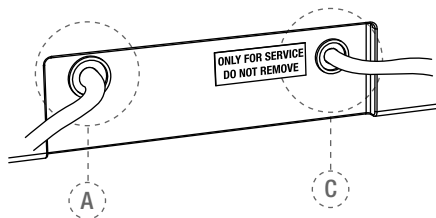

Abb. 2 Rückseite der Steuereinheit
- Stecken Sie den Stecker des Batterie Ladegeräts in die passende Buchse (A - siehe Abb. 2) auf der Rückseite des Geräts (Details siehe Kapitel 7.3.3.).
- Stecken Sie das Fußschalterkabel in die Buchse auf der Rückseite des Geräts (C - siehe Abb. 2).
**Orange blinkend:** Batterieladegerät ist korrekt an die Buchse A (siehe Abb. 2) auf der Rückseite des Geräts angeschlossen und Batterie wird geladen. Wenn sich das Gerät ausschaltet und das Batterieladegerät angeschlossen wird, schaltet sich das Gerät wieder ein, und die folgende Nachricht erscheint auf dem Display: